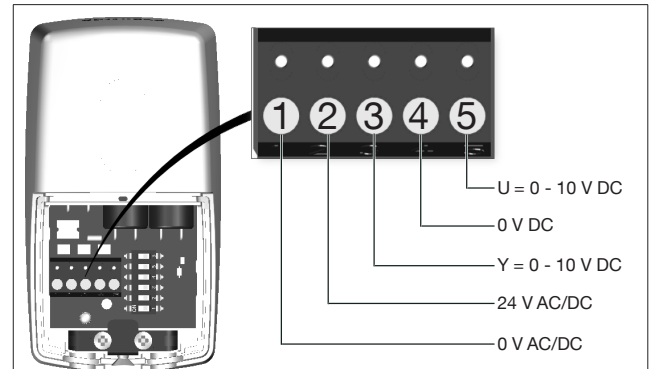

Abb. 5: Anschlussbelegung
(1)	0 V AC/DC - blau (BU)
(2)	24 V AC/DC - braun (BN)
(3)	Ansteuerung 0 - 10 V DC - grau (GY)
(4)	Stellungs-Rückmeldung 0 V DC - gelb (YE)
(5)	Stellungs-Rückmeldung 0 - 10 V DC - grün (GN)
- Stellen Sie die Spannungsversorgung entsprechend der Belegung in Abb. 5 her.